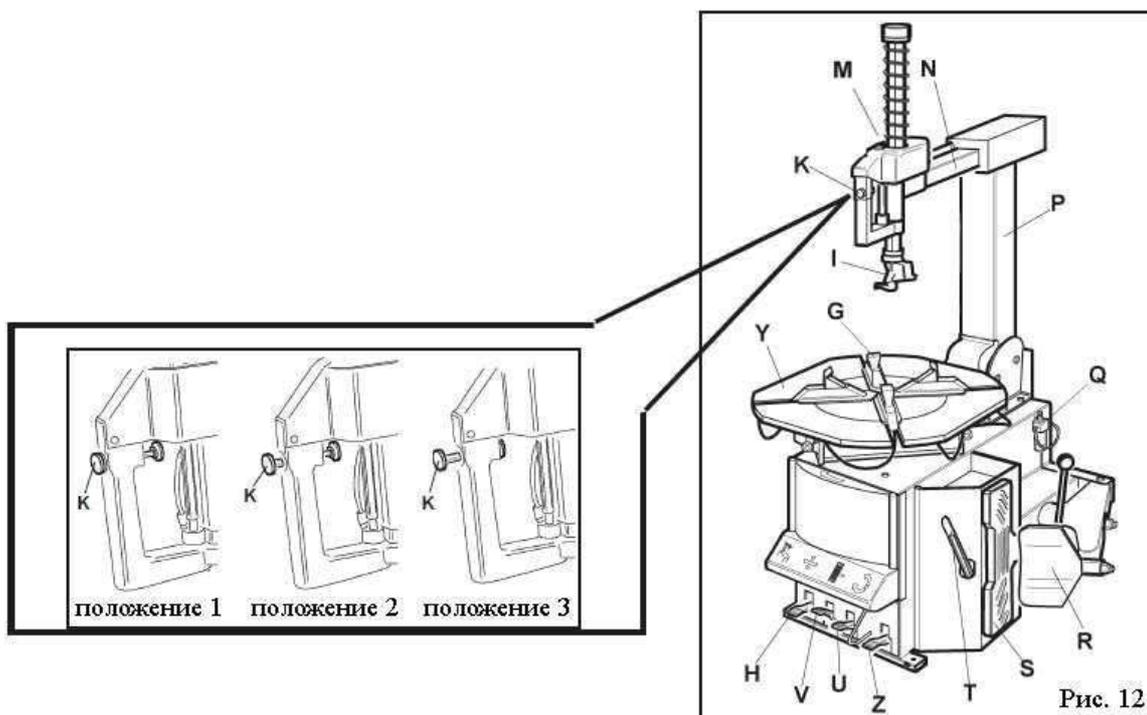

Рис. 12
• Подсоедините стенд к системе подачи сжатого воздуха при помощи соединительного устройства (Q), которое находится в тыльной части, как показано на Рис. 12.